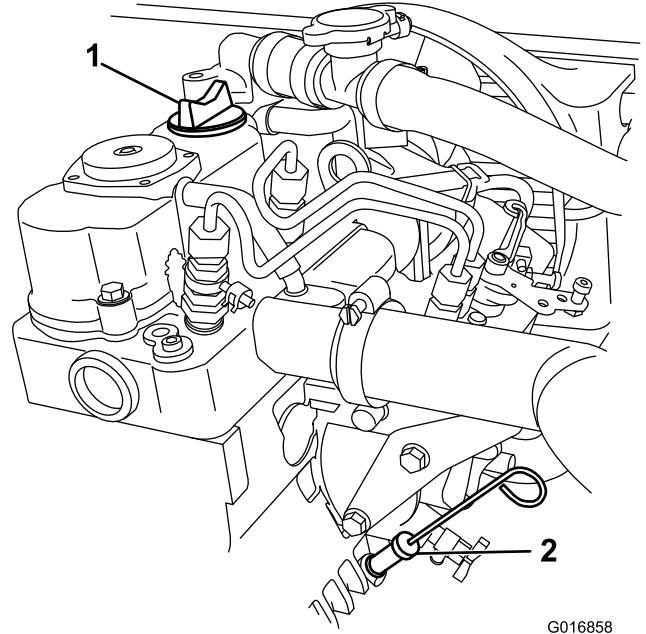

図 19
3. ディップスティック管 図 19からごみが入ってエンジンを傷つけないように、その周囲をウェスできれいに拭く。
5. ディップスティックを根元まで完全に差し込む 図 19。
6. ディップスティックを引き抜いて油量を点検する 図 19。
7. ディップスティックを取り付ける。奥まで完全に差し込むこと 図 19。